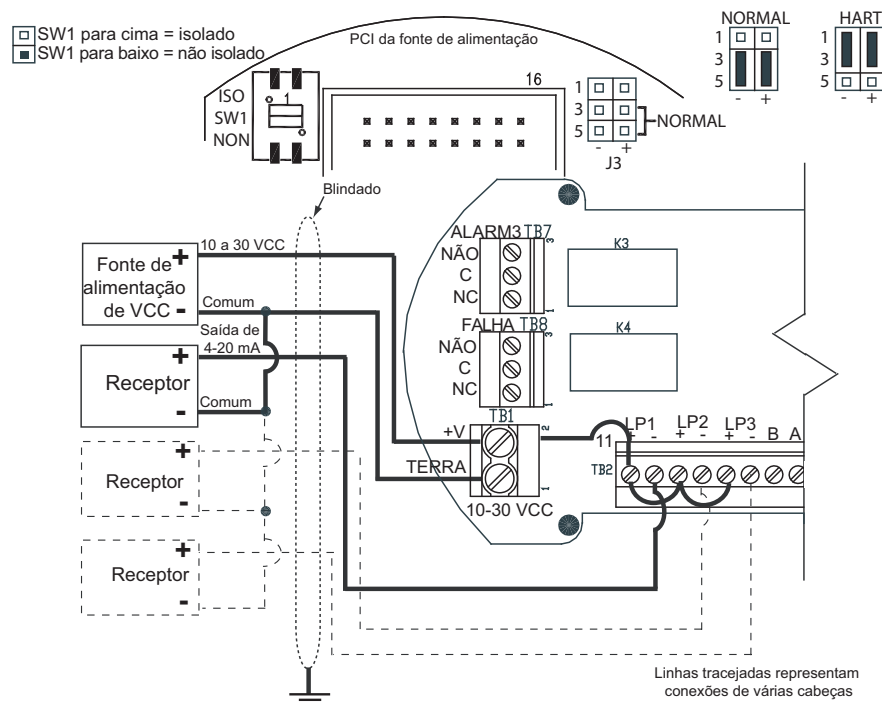
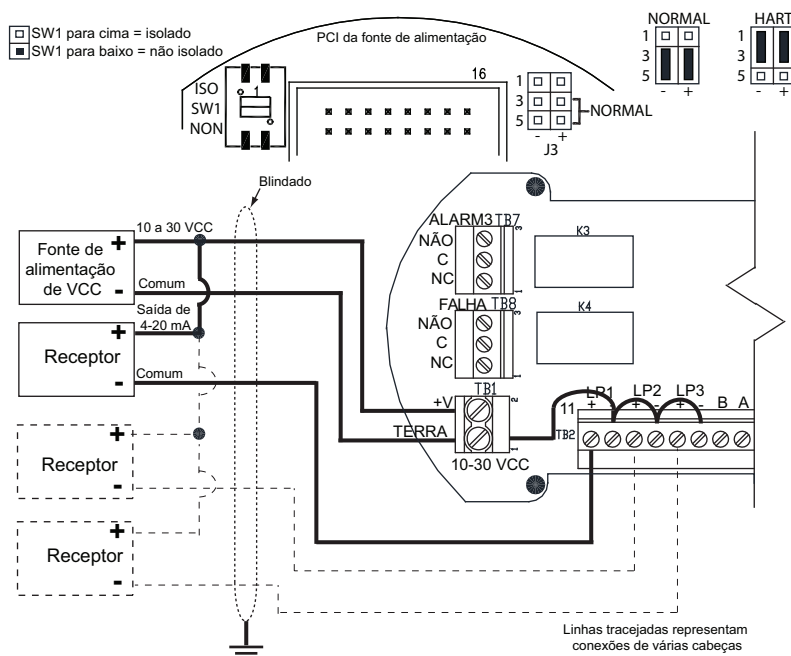

Figura 4-14: Conexão para fornecimento de 3 fios
Figura 4-15: Conexão para drenagem de 3 fios
5. Conecte os condutores positivo (+) e negativo (-) dos dispositivos do TB2 da PCI de terminal/relé/MODBUS RS-485 (consulte Figura 4-14: Conexão para fornecimento de 3 fios e Figura 4-15: Conexão para drenagem de 3 fios para obter os detalhes).